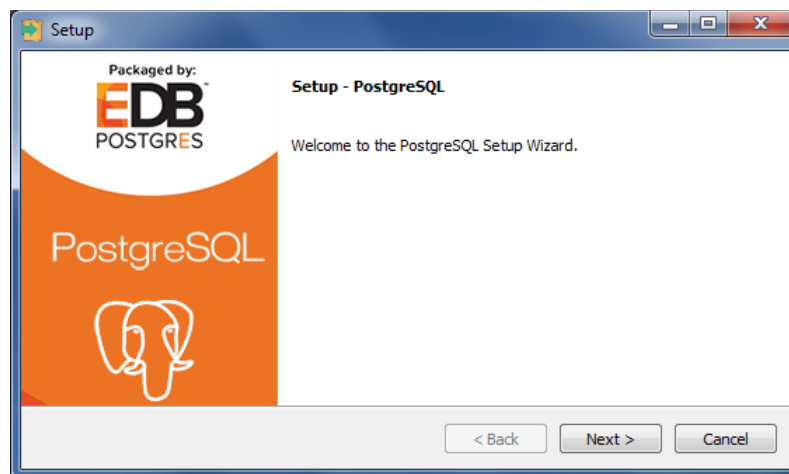

Рис. 5.4. Окно приглашения в мастер установки СУБД PostgreSQL
3. В открывшемся окне нажмите кнопку *Next* (Рис. 5.4).